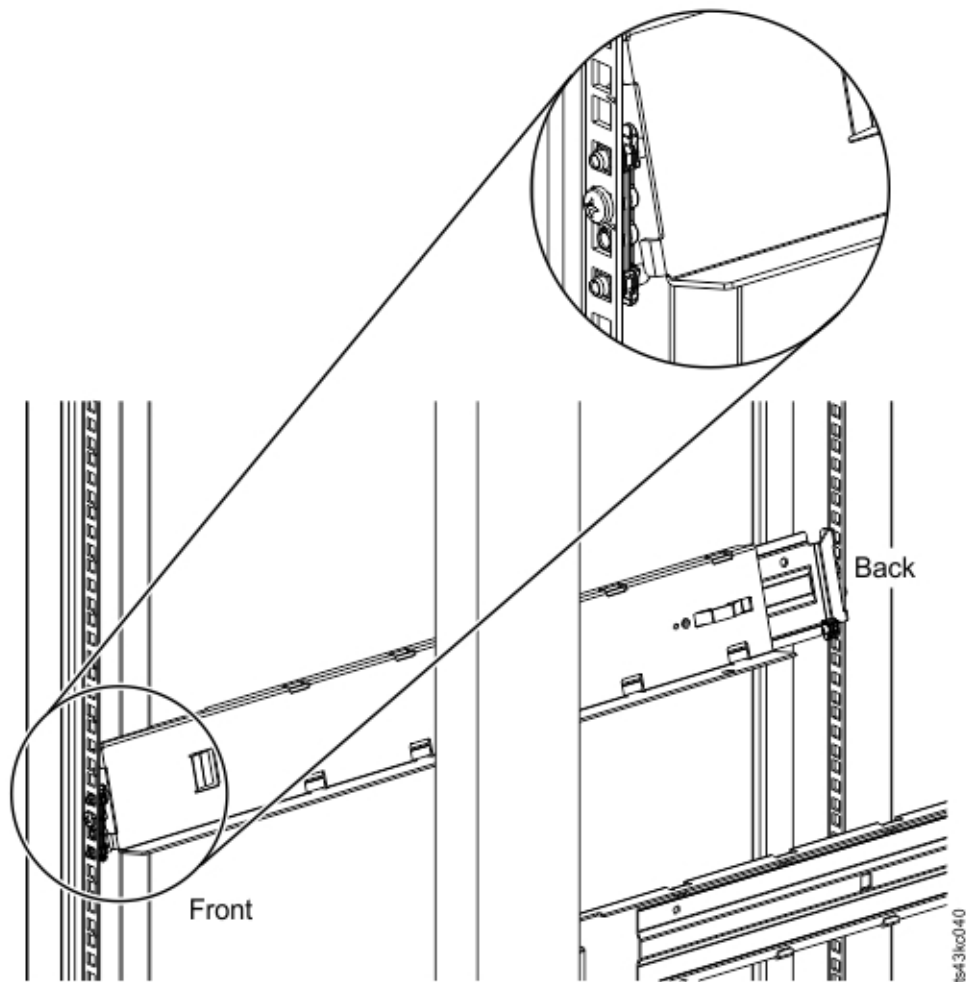

図 40. レールのコネクタへのマウント
- d. LH ラック・マウント・レールをコネクタにマウントします。47 ページの図 40 を参照。